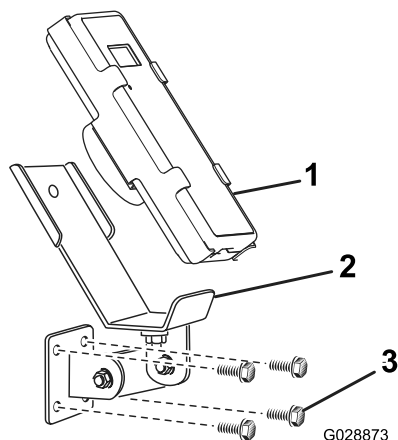
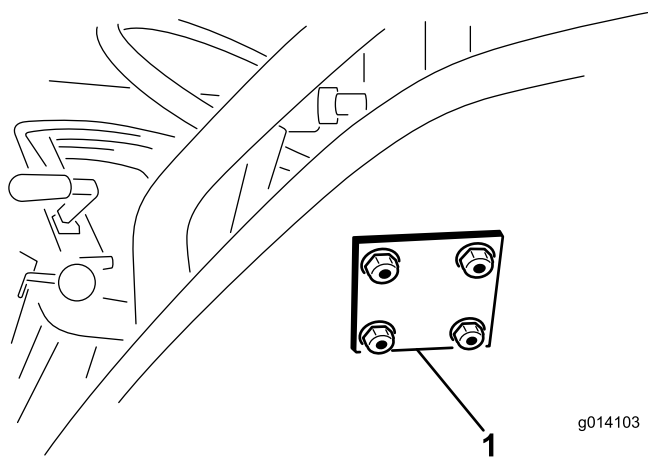

Figura 14
Figura 15
- Collegate la staffa di montaggio e la piastra di supporto con 4 bulloni a testa flangiata ($5/16$ " x $1\frac{1}{2}$ ") e dadi di bloccaggio flangiati (Figura 14 e Figura 15).